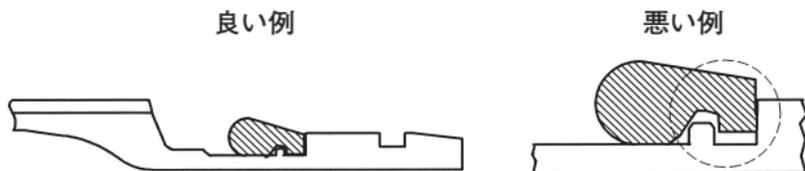

図9 ゴム輪セット例
ゴム輪セットの良い例、悪い例を図9に示す。
- (3) ゴム輪のヒール部が、受口溝部へ入りにくい場合は、プラスチックハンマなどでゴム輪のテーパ部を軽く叩くと図9の良い例のようにセットできる。